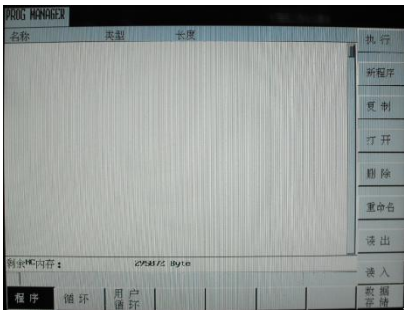

图 2-50 程序管理操作界面
2) 机床方：按下机床 CNC 操作面板的“PROGRAM”程序操作区域键或者“PROGRAM MANAGER”程序管理操作区域键，进入程序管理操作界面，如图 2-50 所示。按下软键“读入”，机床准备接收数据。程序管理操作界面各软键功能见表 2-11。程序控制和程序段搜索功能见表 2-12。